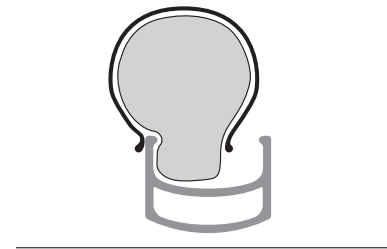

図 15. ビードを横方向に押し、チューブを挿入する。
5. チューブがリムの内側に収まるまで、タイヤとチューブを押し込みます(図15)。